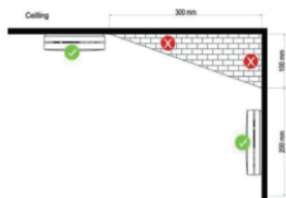

Figure 1
3. Si l'alarme ne peut pas être installée au centre du plafond, placez-la à une distance de 300 mm des coins (voir la figure 1).